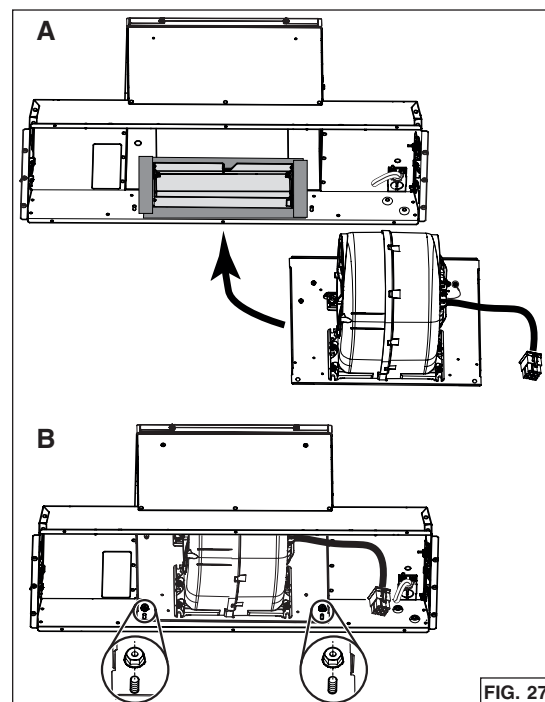

FIG. 27
5. Inserte el ventilador y su placa al interior de la campana, dónde estaba la placa trasera (A). Fije la placa a la campana usando las 2 tuercas retiradas previamente al paso 7 en la página 12 (B) (FIG. 27).